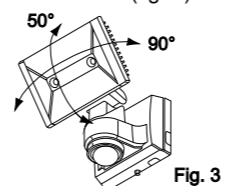

Fig. 3
3.2.2 Afin de garantir un éclairage optimal, les têtes de lumière peuvent être aligné par 90° horizontalement et 30° verticalement (fig. 3).